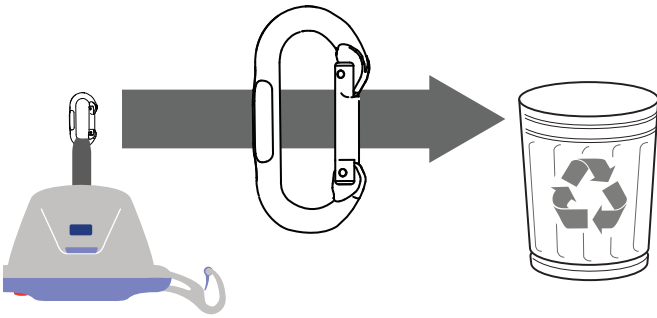

Fig. 1
1. Jeśli na przyrządzie i/lub pasie nośnym zamocowany jest karabinek jednorazowy, należy go zdjąć i odpowiednio zutylizować. Zob. rys. 1.